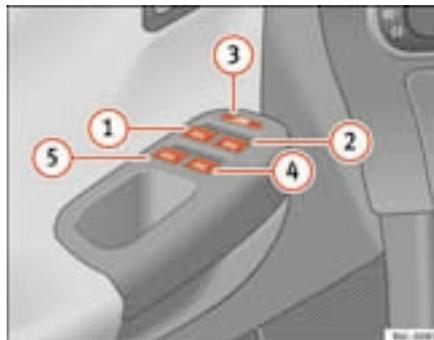

Fig. 51 Pormenor da porta do condutor: comandos para os vidros dianteiros e traseiros
Os botões ⇒ página 88, fig. 51 ① e ② têm duas posições para abrir e duas para fechar os vidros. É assim mais fácil controlar a abertura e o fecho.